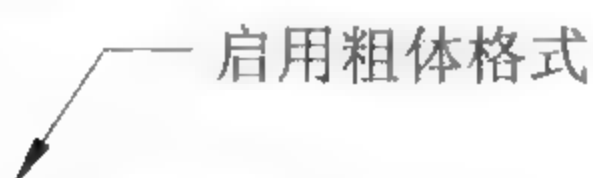

图5-102 启用粗体
- 【粗体】按钮：为选中的文字添加或禁用粗体格式，如图5-102所示。